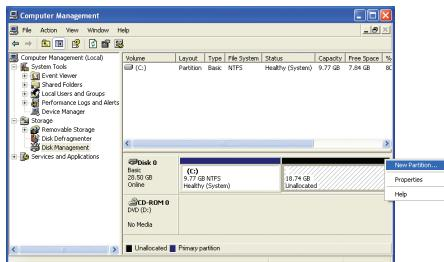

図 6
5. オペレーティングシステムをインストールする前にハードドライブを適切に分割していなかった場合、ハードドライブの空きスペースを使用して新しいパーティションを作成することができます(図6、7)。ただし、**ディスク管理**に示されたハードドライブのシステムパーティションに未割り当てるスペースがない場合、新しいパーティションを作成したり Xpress Recovery2 を使用することはできません。この場合、オペレーティングシステムを再インストールし、ハードドライブを再分割してください。